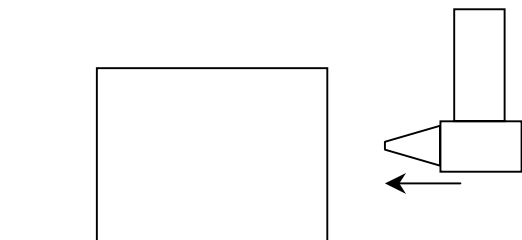
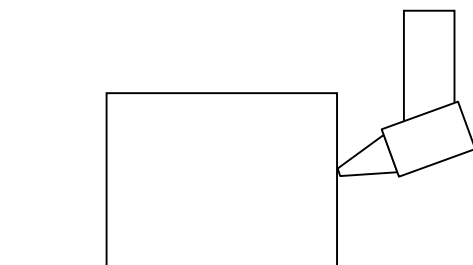

Abb. 1
Abb. 2
- wenn man die Funktion APPROACH für die Annäherung an den Anfangspunkt der Schneidbahn verwenden möchte, muß das Programm so aufgebaut sein, daß die B-Achse parallel zur Ebene ist, auf der die Kompensation ausgeführt werden soll (Abb. 1); und nach Erreichen des Werkstücks muß sie in der am besten für den Schnitt geeigneten Weise ausgerichtet werden (Abb. 2).